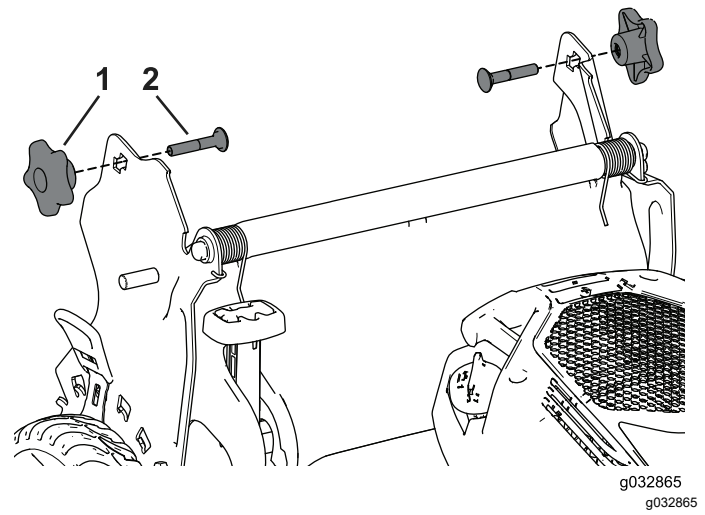

Figure 24
4. Insérez le boulon de carrosserie (la tête du boulon vers l'intérieur) dans le support de la poignée et dans le trou supérieur à l'extrémité de la poignée. Vérifiez que les bords carrés de chaque boulon de carrosserie s'engagent dans le trou carré supérieur ou inférieur du support de poignée correspondant (Figure 24).